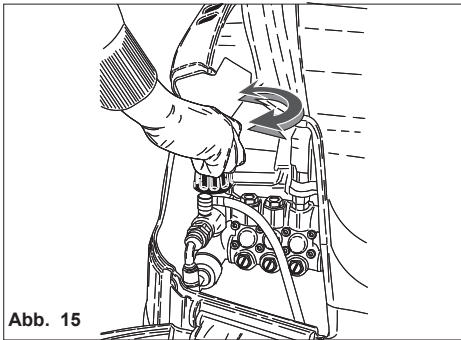

Abb. 15
Dieses Kapitel bezieht sich nur auf die Modelle, die über einen „Druckregulierer“ verfügen. Mit dieser Vorrichtung (Abb.15) kann man den Betriebsdruck regulieren. Wenn man den Drehschalter C entgegen dem Uhrzeigersinn dreht (B) (Minimum) wird der Betriebsdruck verringert.
2) Den Hochdruckreiniger anlaufen lassen, den Reinigungsmittelhahn (falls vorhanden) aufdrehen, die Steuerung für das Absaugen des auf der Lanze (Abb. 15) vorhandenen Reinigungsmittels betätigen und nun das Mittel von unten nach oben auf der ganzen, zu reinigenden Oberfläche verteilen.